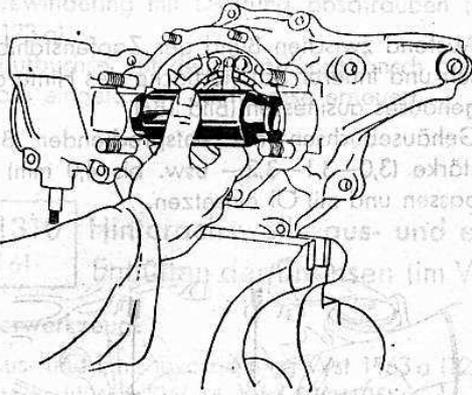

Bild 177
- a) Die Führungshülse mit ihren beiden (2 mm langen) Ansätzen so in das Hinterachsgehäuse einlegen, daß der Federkeil nach außen zeigt, also sichtbar ist (Bild 177).